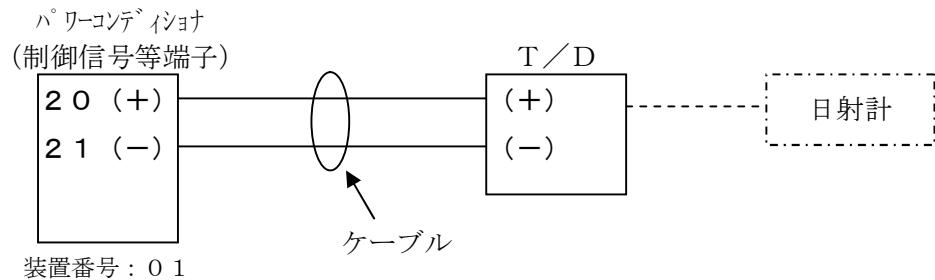

図10.6 日射強度用トランスデューサ配線方法
- ・日射計の信号を信号変換器（トランスデューサ：T/D）により信号変換したアナログ信号（DC 4～20 mA）配線をパワーコンディショナの日射強度端子（20－21）に接続してください（図10.6参照）。